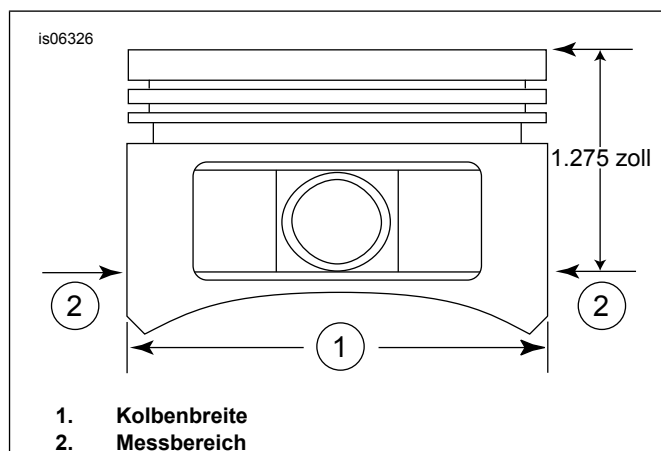

Abbildung 2. Kolbenmessungen
5. Siehe Abbildung 2. Die Kolbenbreite (1), 90 Grad horizontal von beiden Seiten des Kolbenbolzenlochs und 1,275 in unterhalb der Kolbenbodenfläche (2) messen. Die Passung zwischen Kolben und Zylinder an dieser Stelle aus Tabelle 20 ablesen.